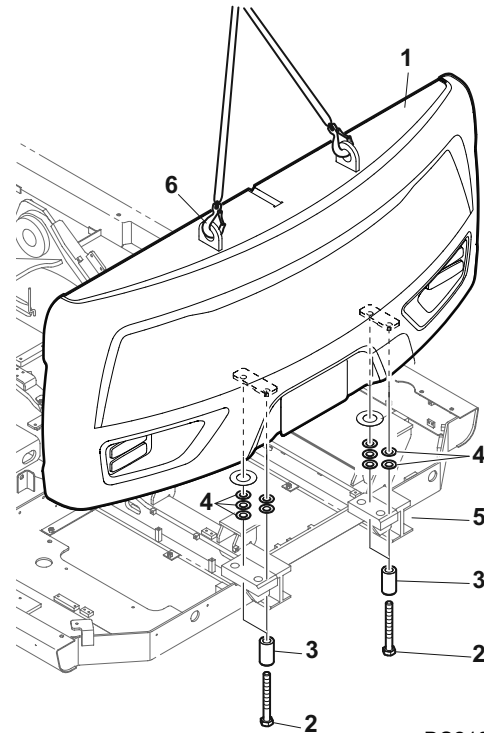

Figura 5
1. Utilizando un dispositivo de elevación adecuado capaz de manipular el peso del contrapeso, suspender el contrapeso de los agujeros de elevación (6, Figura 5) Eleve el contrapeso (1) en su posición justo por encima del marco de soporte (5) dejándolo suspendido. Verificar que el contrapeso esté a nivel y parejo.
NOTA: Deje el contrapeso (1, Figura 5) suspendido 3 mm (0,125") por encima del chasis de soporte (5) hasta que los cuatro pernos de montaje (2) comiencen a introducirse en los orificios para el montaje del contrapeso.
2. Alinee los separadores (3) y las arandelas (4, Figura 5) sobre los pernos (2). Aplicar Loctite n.º 242 a las roscas de los pernos de montaje.
3. Colocar los cuatro pernos (2, Figura 5) con los separadores (3) y los suplementos (4) en el contrapeso hasta que las arandelas hagan contacto con el marco de soporte. Bajar completamente el contrapeso en el marco de soporte y terminar el apriete de los pernos.
NOTA: Al montar el contrapeso en el chasis principal, regule la diferencia de alturas entre contrapeso y el conjunto de la puerta lateral utilizando separadores (4, Figura 5) según sea necesario.
4. Retire el dispositivo de elevación y las argollas de elevación de los agujeros de elevación del contrapeso. (6, Figura 5)